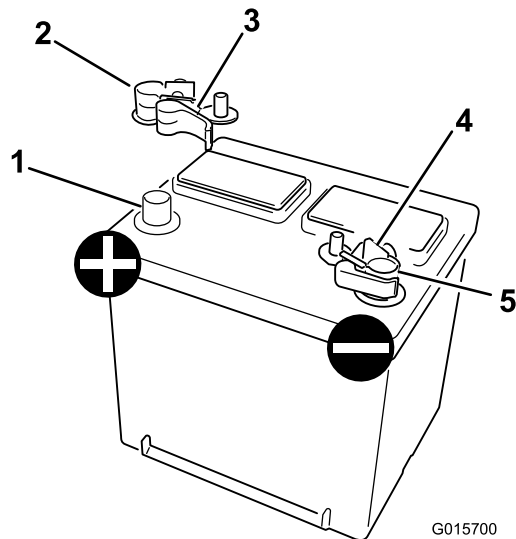

図 4
2. クイック・アタッチ・コネクタを、両方とも、それぞれのクランプ・アーム外側を向くようにバッテリーの端子に取り付ける (図 4)。改造していない方のコネクタをバッテリーのプラス端子に接続する。改造したコネクタをバッテリーのマイナス端子に接続する。